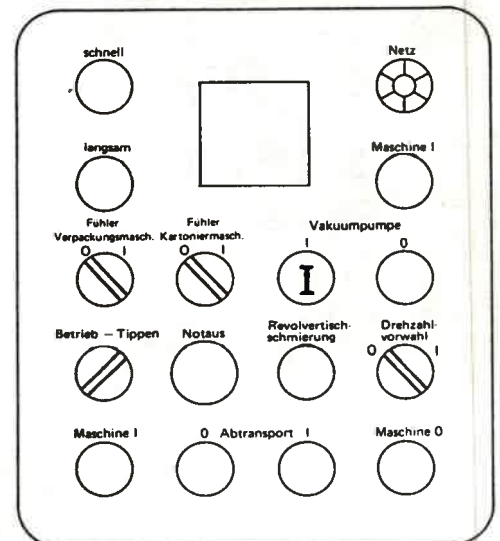

Bild 173
7. Brauchte kein Einwickler eingelegt zu werden, Vakuumpumpe durch Betätigung des Tasters „Vakuumpumpe I“ (Bild 173) einschalten.